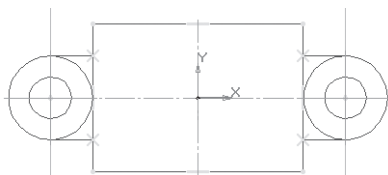

Рис. 168
- постройте горизонтальные отрезки от точек пересечения окружностей с вертикальными осями симметрии до прямоугольника. Сработают глобальные привязки *Ближайшая точка* и **Пересечение** (рис. 168);